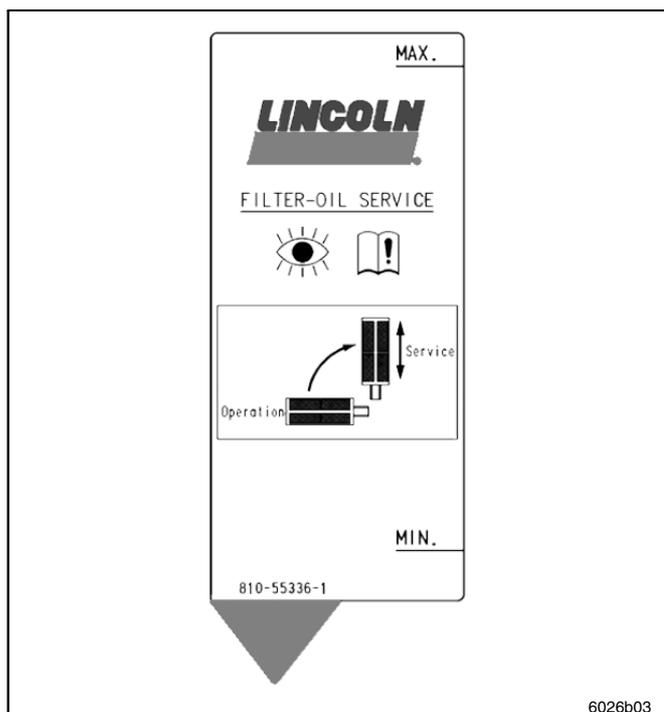

Fig. 18 Filter-Oil Service et repères de niveau de la pompe ESILUB EOP
Évitez que de l'air soit aspiré par le filtre d'aspiration. La position verticale pivotée (« service ») sert uniquement au changement du filtre. Pendant le service, le filtre d'aspiration doit être en position horizontale « operation » (cf. fig. 18).
- Assurez-vous que le niveau de remplissage minimal n'est pas dépassé (fig. 18 « repère MIN »)